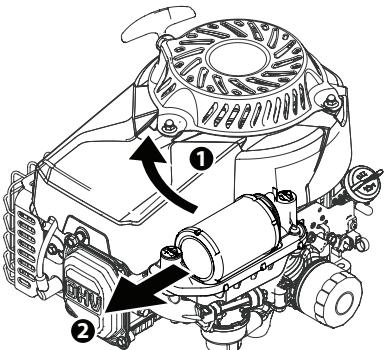

Figura 6-5
- Tire hacia arriba en un ángulo y luego remitir a quitar el filtro de aire. Vea la Figura 6-5.